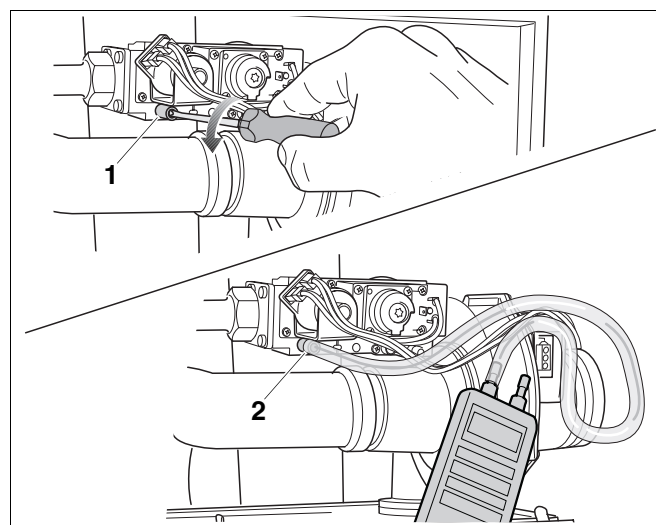

Рис. 80 Измерение подаваемого давления газа
- Отвернуть на 2 оборота запорный винт на ниппеле для измерения давления подключения газа и удаления воздуха (рис. 80, **поз. 1**).
- Шланг манометра с обозначением "плюс" подключить к измерительному штуцеру (рис. 80, **поз. 2**).